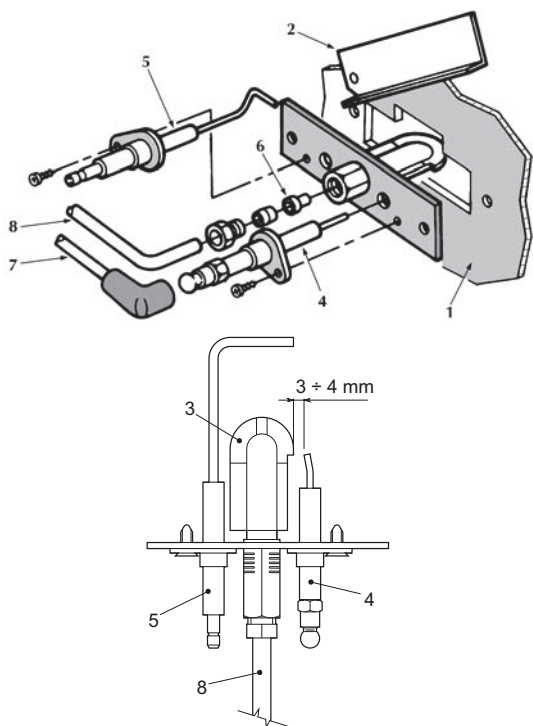

рис. 8 - Пилотная горелка
- Электроды не должны иметь накали и быть правильно установленными (см. рис. 8).
После выполнения некоторых попыток розжига электронный блок управления вызывает блокировку котла.	С помощью сжатого воздуха чистите форсунки > пилотной горелки. Проверьте регулярность поступления газа в котел, и убедитесь что воздух был удален из труб. Проверьте правильность позиционирования электродов и отсутствие на них отложений (см. рис. 8). Убедитесь, что котел подключен к надежной системе заземления. Проверьте электрические соединения электродов розжига и ионизации.
Отсутствие искры между электродами при розжиге.	Проверьте правильность позиционирования электродов и отсутствие на них отложений (см. рис. 8). Неправильная настройка регулировочного термостата. Проверьте систему электропитания. Проверьте электрические соединения электродов розжига и ионизации. Проверьте соединения с электронным блоком контроля пламени. Проверьте, чтобы провода ФАЗЫ и НЕЙТРАЛИ не были перепутаны, и убедитесь в надежности контактов заземления. Проверьте давление газа на входе и наличие разомкнутых реле давления. Приведите предохранительный термостат в рабочее состояние. Убедитесь, что контакт комнатного термостата закрыт.